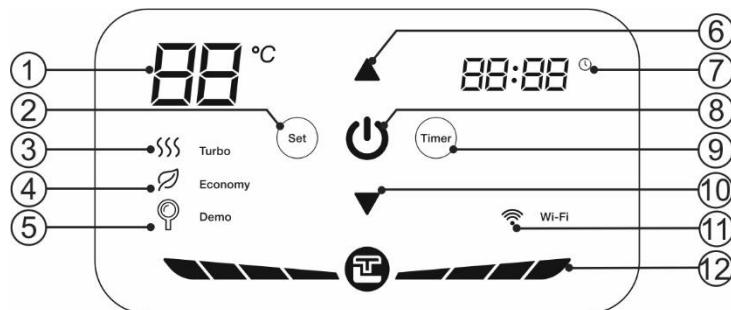

Рисунок 3. Панель управления
Рисунок 3: 1 – указатель температуры, 2 – кнопка «Set», 3 – индикатор «Turbo», 4 – индикатор «Economy», 5 – индикатор «Demo», 6 – кнопка «▲», 7 – указатель времени, 8 - кнопка «I/O», 9 – кнопка «Timer», 10 – кнопка «▼», 11 – индикатор «Wi-Fi» (опционно для моделей Wi-Fi), 12 – индикатор нагрева.
Включение/выключение ЭВН осуществляется кнопкой «I/O» на панели управления (Рис. 3, п.8), при этом на светодиодный индикатор показывает заданную температуру нагрева. Режим «Turbo» включается автоматически, при этом максимальная мощность составляет 2000 Вт. В процессе эксплуатации ЭВН потребитель может выбирать температуру нагрева при помощи двух клавиш «▲» «▼» (Рис. 3, п.6 и п.10). При кратковременно нажатии клавиш значение температуры будет изменяться на 1 градус в секунду, при долговременном нажатии – на 5 градусов в секунду. Диапазон регулировки температуры составляет от 30°C до 75°C, а температура по умолчанию составляет 75°C. Нажмите кнопку «Set», чтобы переключить ЭВН в экономичный режим «Economy». При переходе в экономичный режим включается индикатор экономичного режима, и температура будет заблокирована на значении 55°C при мощности нагрева 1300 Вт. В экономическом режиме температуру нельзя регулировать вручную. Нажмите кнопку «Set» снова, чтобы выйти из экономичного режима.
1. Установка времени включения. Указатель времени (Рис. 3, п.7) должен светиться. Нажмите кнопку «Set», установите значение ЧАСЫ с помощью кнопок «▲»
«▼» (Рис. 3, п.6 и п.10). Кратковременное нажатие изменяет значение +1/-1, длительное нажатие - +5/-5. Диапазон значения ЧАСЫ: 0-23. Повторно нажмите «Set», установите значение минуты таким же способом.
2. Установка времени выключения. После установки времени включения нажмите кнопку «Set», иконка должна мигать. Нажмите кнопку «Set», установить значение ЧАСЫ с помощью кнопок «▲» «▼» (Рис. 3, п.6 и п.10). Кратковременное нажатие изменяет значение +1/-1, длительное нажатие - +5/-5. Диапазон значения ЧАСЫ: 0-23. Повторно нажмите «Set», установите значение минуты таким же способом.
3. При установке значения ЧАСЫ таймер отключится, если кнопок кнопок «▲» «▼» (Рис. 3, п.6 и п.10) не касаться более 5 секунд.